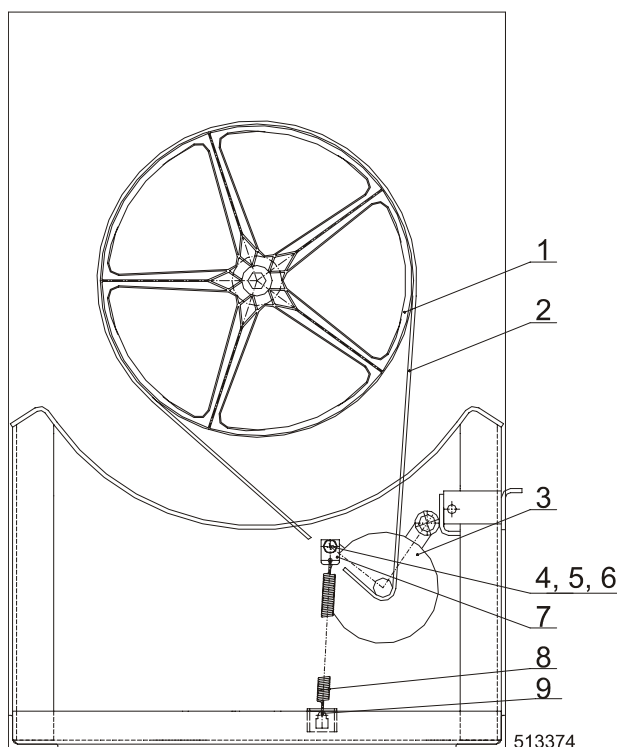

Рис. 5.8.А Плоский ремень, относится к 6 кг / 15 фт, 7 кг / 18 фт
- Стяните ремень потягиванием ремня (Рис. 5.8.А, поз.2) и стяните его при одновременном вращении ременного шкива барабана (1).
- Насадите на шкив новый ремень (2) одинакового типа. Насадка ремня проводится в обратной последовательности, чем стягивание. Следите, чтобы пружина натяжения (8) была захвачена за двигатель (3) и держатель на раме.
- Ремень должен быть расположен в правильных дорожках ременного шкива двигателя так, что будет двигаться в середине ширины ременного шкива барабана (1).
- Стяните ремень PJ1473 потягиванием ремня, рис.5.8.В, поз.2 и стяните его при одновременном вращении ременного шкива барабана (1).
- Снимите ремень PJ559 потягиванием ремня (6) и стяните его.
- Насадите на ременный шкив новый ремень PJ559 (6). Насадка ремня проводится в обратной последовательности, чем стягивание. Следите, чтобы пружины натяжки (7) были зацеплены за отверстия в несущем элементе шкива и штифт в раме.
- Если не можете насадить ремень на ременный шкив, можете передвинуть двигатель (16). Двигатель передвинете так, что ослабите винт M8 (11), который обеспечивает правильное положение двигателя и передвинете его так, чтобы было возможно легко насадить ремень и натянуть. Притяните защитный винт (11), так чтобы небыли деформированы пластмассовые ножки (14, 15).
- Насадите на ременный шкив новый ремень PJ1473 (2). Насадка ремня проводится в обратной последовательности, чем стягивание. Следите, чтобы пружины натяжки (7) были зацеплены за отверстия в несущем элементе шкива и штифт в раме.